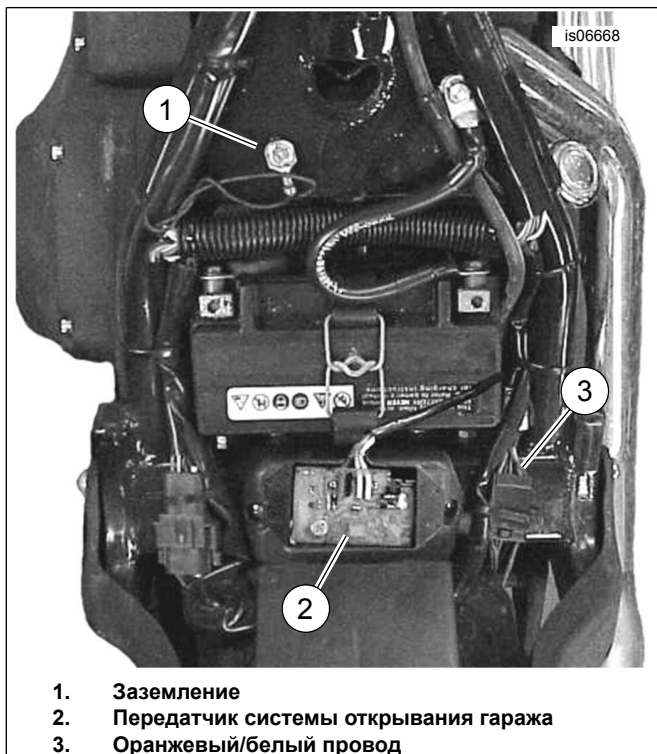

Рисунок 4. Установка передатчика (модель Softail 1999 и более ранних годов выпуска)
2. См. Рисунок 4 . Открутите винт заземления (1), расположенный в верхней части рамы под сиденьем возле топливного бака.